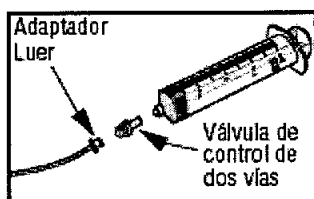

Figura 2
3. Utilice una jeringa llena de solución de cloruro sódico USP estéril apirógena para inyección para inflar la prótesis hasta el volumen recomendado. Se incluyen un adaptador Luer y una válvula de control para facilitar el llenado intraoperatorio del dispositivo, que no deben implantarse (figura 2). La válvula de dos vías se abre cuando se une la jeringa y se cierra cuando se retira la misma. Antes de añadir líquido al implante, hay que unir la válvula de dos vías al adaptador Luer del tubo de llenado. Sólo se debe emplear solución de cloruro sódico USP estéril apirógena extraída del envase original.